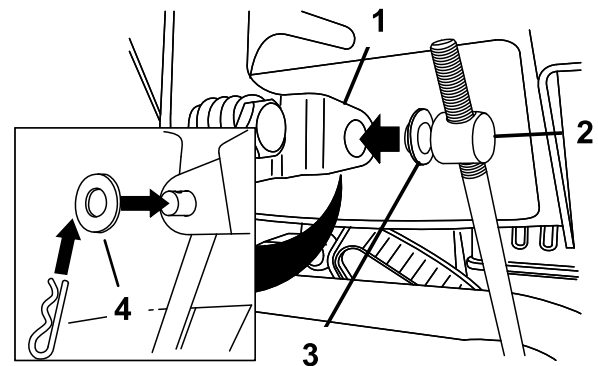

Figura 11
- Retire la claveta y la arandela exterior de la tuerca de ajuste del extremo superior de la varilla de control de las marchas (Figura 11).
Nota: Para facilitar la instalación, deje la arandela plana colocada en la tuerca de ajuste (Figura 11).
- Levante la varilla de control de las marchas e instale la tuerca de ajuste en el taladro de la palanca del selector de marchas (Figura 11).